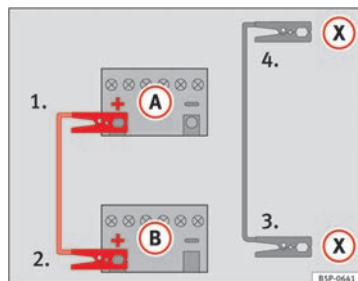

Abb. 205 Anschluss-schema für Fahrzeuge mit Start-Stopp-System.
- Klemmen Sie ein Ende des *roten* Starthilfekabels an den Pluspol $\oplus$ des Fahrzeugs mit der entladenen Fahrzeugbatterie $\textcircled{A}$ an $\Rightarrow$ Abb. 205.
- Klemmen Sie ein Ende des *schwarzen* Starthilfekabels $\textcircled{X}$ an einen geeigneten Masseanschluss, ein massives, fest mit dem Motorblock verschraubtes Metallteil oder an den Motorblock selbst an $\Rightarrow$ Abb. 205.